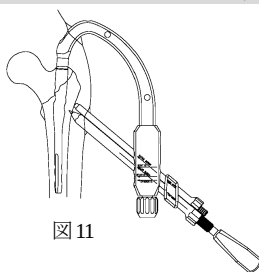

図11
- 9) ガイドピンの刺入位置を確実にするため、ラグスクリュー、エクストラスクリュー共に 3.2 ガイドピン用ピンオウルにて外側皮質を穿孔します。(図11)